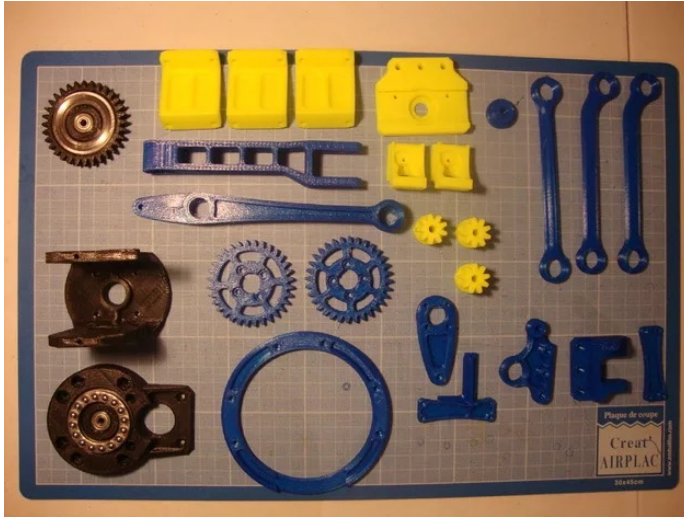

图 3 “智能机械手臂”各零部件
现场 3D 打印前一步骤设计的“智能机械手臂”各零部件(图 3 所示)。3D 打印前处理要考虑结构优化、控制 3D 打印时间等因素。对打印完成后的零部件进行后处理,包括手工支撑剥离、打磨等工作。
- (1) 提交已完成的 3D 打印作品(复赛作品);
- (2) 创新、创意设计结果数据 (STL、IGES、STP、其他软件原始格式文件);
- (3) 设计报告，以 PPT 形式组织，PPT 至少应包含以下内容：
- b) 数字化创新设计结果截图 3 张;
- (4) 提交现场完成的 3D 打印作品实物。